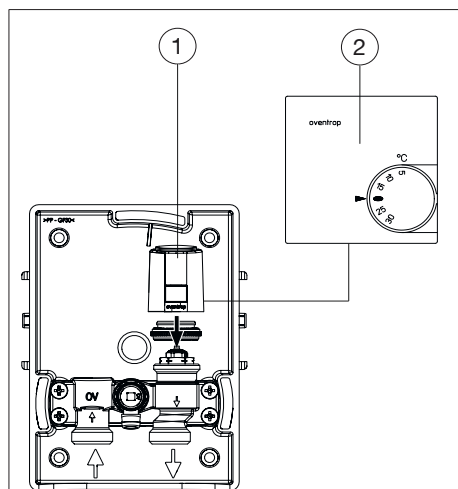

Abb. 9: Raumthermostat mit Stellantrieb montieren
- Schrauben Sie den Stellantrieb (siehe Abb. 9 auf Seite 12 (1)) auf das Ventil. Führen Sie das Kabel durch die Bohrung im Wand-einbaukasten (siehe 6.1 auf Seite 9).